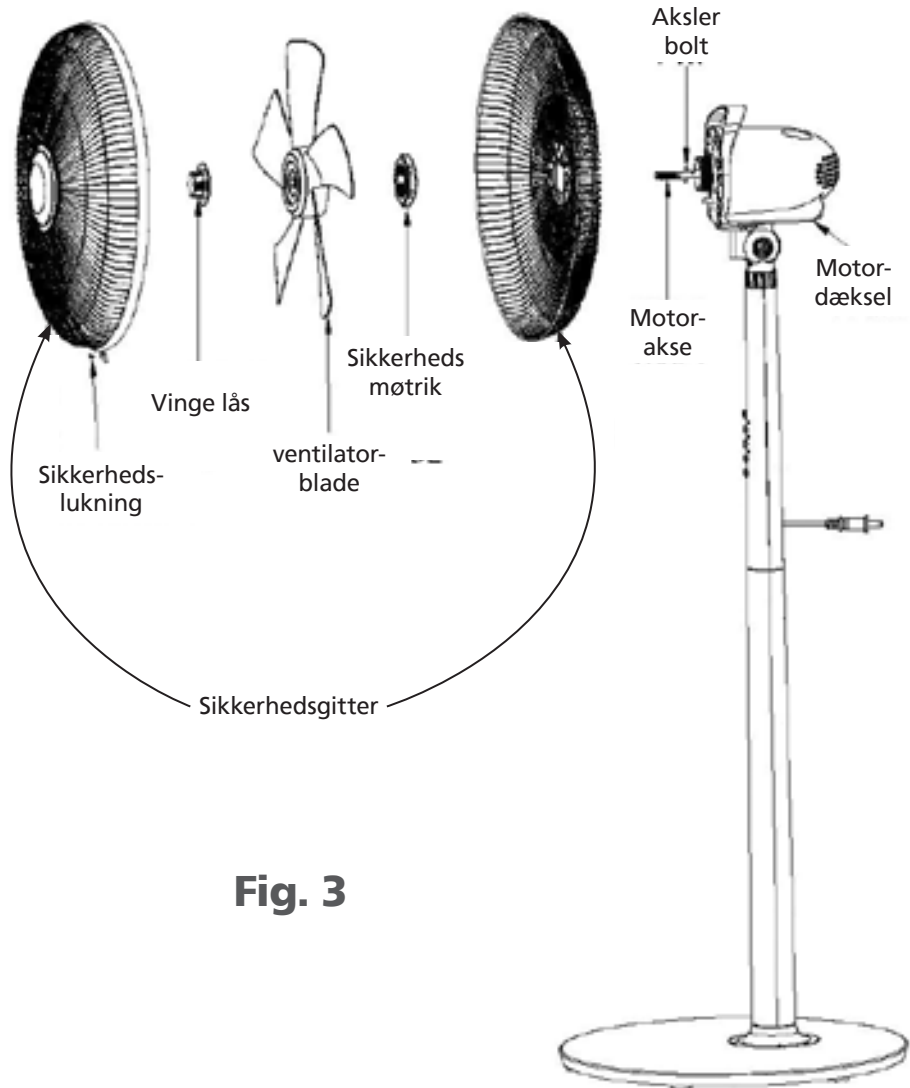

Fig. 3
1. Fjern ventilatorbladet og sikkerhedsmøtrikken fra Motorakse. Sæt den bageste sikkerhedsgitter sikkert på akslerboltten. Fastgør sikkerhedsgitteret til motorblokken med sikkerhedsmøtrikken (Fig. 3).